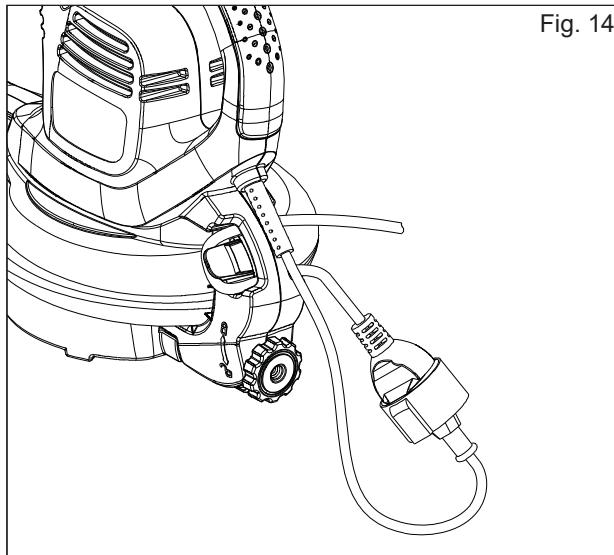

Fig. 14
1. Fije el cable de extensión a la carcasa del motor utilizando el retenedor del cable situado en la parte posterior de la sopladora. Fijar el cable de extensión de esta manera evita la desconexión accidental del cable eléctrico durante el funcionamiento (Fig. 14).